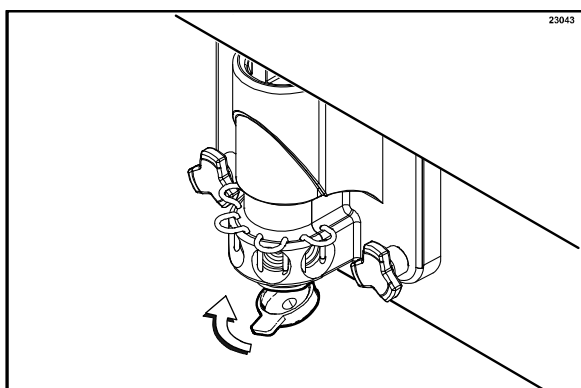

Рисунок 27
8. Установите рестриктор на раздаточное отверстие двери фризера. (См. рис. 27)